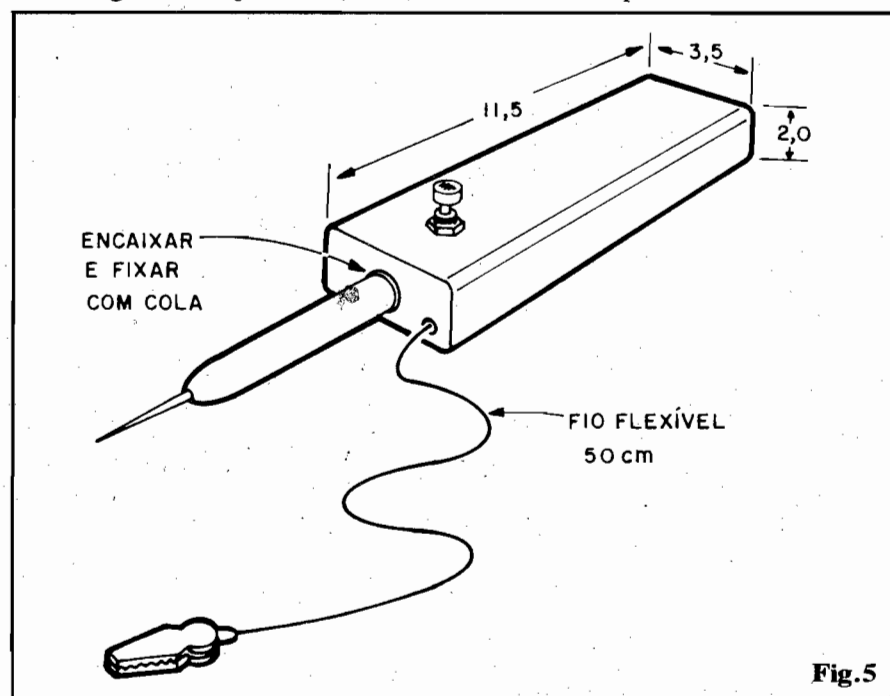

Fig.5
- FIG. 5 - O "ENCAIXAMENTO" FINAL - Se a plaquinha e o suporte de pilhas forem dispostos "em linha", um **container** estreito e longo, conforme sugerido na figura, servirá perfeitamente para o encapsulamento final do circuito... Observem as dimensões gerais (mínimas) sugeridas, e notem que também uma caixa cilíndrica servirá, até eventualmente aproveitada de embalagens vazias de cosméticos, remédios, etc. A ponta de prova poderá ser fixada no centro de uma das extremidades da caixa, usando-se o adesivo de **epoxy**. Nessa mesma face do **container** pode ser feito um pequeno furo para a passagem do cabo que vai à garrinha "jacaré" (dar um